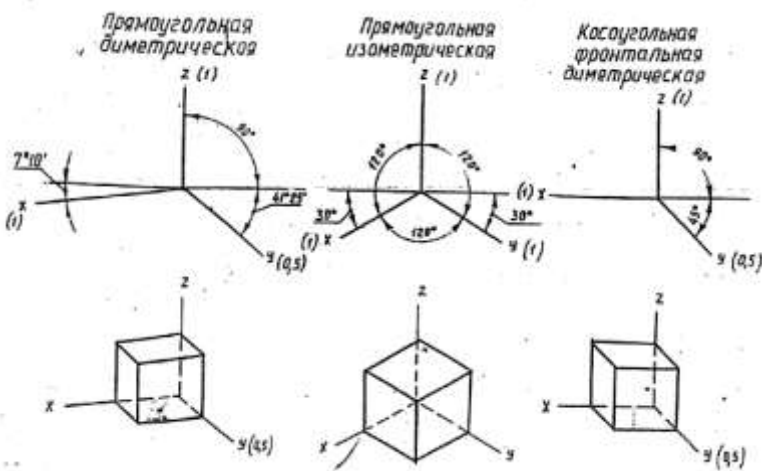

Рис.24 Виды аксонометрических проекций
- ☑ косоугольная фронтальная диметрическая проекция и др. (рис.24.)